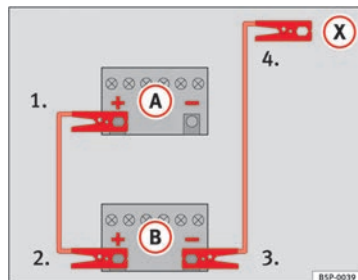
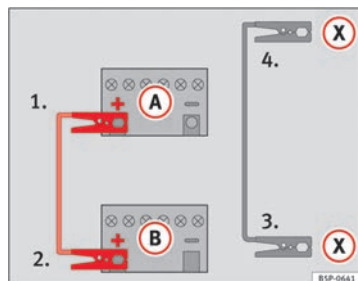

Fig. 204 Schéma de branchement pour les véhicules non équipés du système Start-Stop.
Fig. 205 Schéma de branchement pour les véhicules équipés du système Start-Stop.
- Raccordez une extrémité du câble de démarrage *rouge* au pôle positif $\oplus$ du véhicule dont la batterie est déchargée (A) ⇒ fig. 204.
- Raccordez l'autre extrémité du câble de démarrage *rouge* à la borne positive $\oplus$ du véhicule fournissant le courant (B).
- Raccordez une extrémité du câble de démarrage *noir* à la borne négative $\ominus$ du véhicule fournissant le courant (B) ⇒ fig. 204.
- Raccordez l'autre extrémité du câble de démarrage *noir* (X) sur le véhicule avec la batterie déchargée, à une pièce en métal massif vissée au bloc-moteur ou directement au bloc-moteur, mais le plus loin possible de la batterie (A).
- Raccordez une extrémité du câble de démarrage *rouge* au pôle positif $\oplus$ du véhicule dont la batterie est déchargée (A) ⇒ fig. 205.
- Raccordez une extrémité du câble de démarrage *noir* (X) à une borne de mise à la terre appropriée, à une pièce métallique massive vissée au bloc-moteur, ou au bloc-moteur lui-même ⇒ fig. 205.